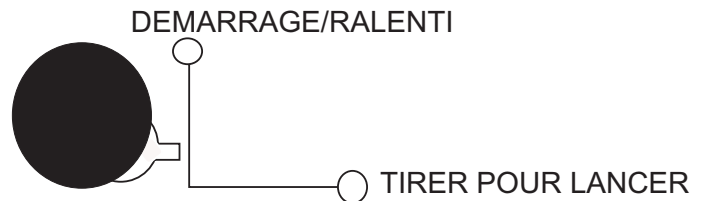

Figure 43. Levier de Papillon (Vitesse élevée)
6. Tirez le levier de papillon (Figure 43) et faites-le tourner vers la droite pour augmenter la vitesse du moteur.